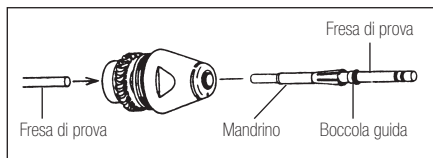

Fig.12
- 3) Allentare il dado del rotore. Quindi, estrarre con cura il mandrino con la fresa di prova o il manico della fresa agendo dal retro della cartuccia: la boccola guida e il mandrino si staccheranno (Fig. 12).